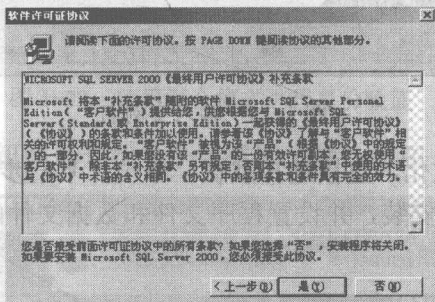

图 1-16 接受许可证协议
6) 单击“是”按钮表示接受许可证协议, 进入到下一步, 如图 1-16 所示。